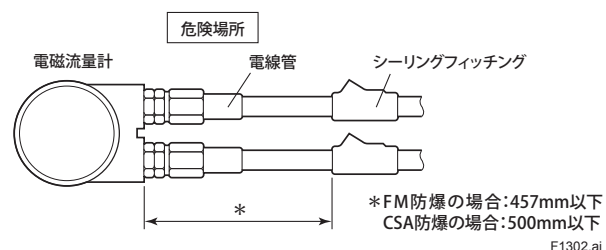

図13.2 配線
- 危険場所では、配線は図 13.2 のように電線管中に布設してください。
(3) 運転